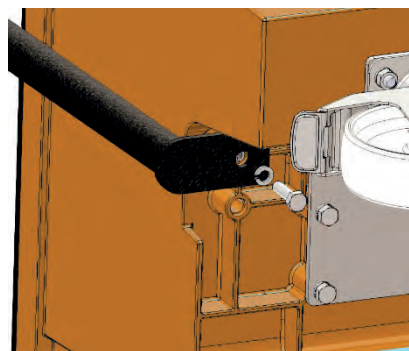

Fig. 4.1.2
- fissare il maniglione di spinta con le rondelle e viti a corredo (Fig. 4.1.2.)